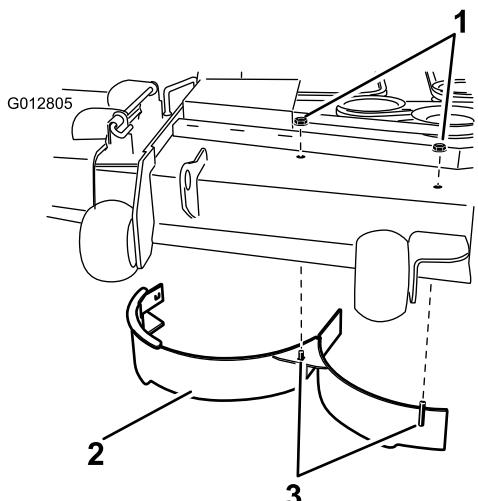

Figura 34
11. Retire las dos contratuerca (5/16 pulgada) que sujetan las clavijas soldadas del deflecto derecho a la parte superior de la plataforma de corte en las posiciones centro y centro derecha (Figura 34). Retire el deflecto derecho de la plataforma de corte.